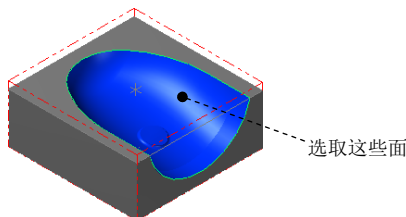

图 13.17 选取加工面
(1) 在图形区中选取图 13.17 所示的曲面 (共 16 个), 然后按 Enter 键, 系统弹出“刀具路径的曲面选取”对话框。